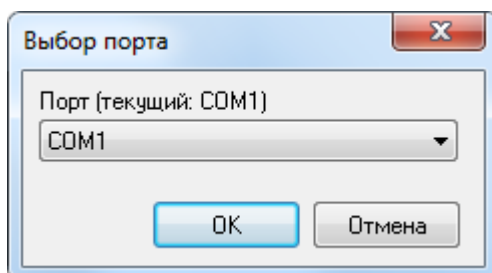

Рисунок 49. Выбор порта суммарного газоанализатора
2. В появившемся диалоге в выпадающем списке выберите порт, по которому будет осуществляться приём данных (рис. 49).